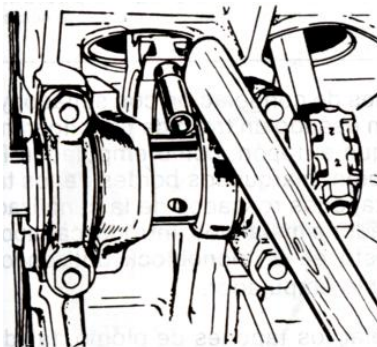

Fig. 3.30 Desmontaje de pistón y biela
5. Desmontaje de pistón y biela: Invierta el motor y empuje los pistones y bielas hacia fuera de los cilindros. En caso necesario, golpee suavemente el mamelón de las bielas con un mango de martillo que sea de madera, para forzar la salida del pistón (Ver Fig. 3.30).